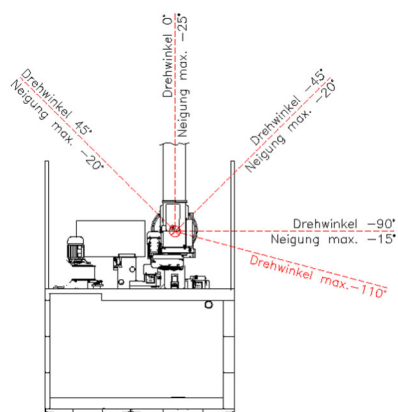

Fig: 1
- 2) Lors de la mise en place de la chaudière, veillez à ce que la vis d'extraction soit montée à droite de la chaudière, vue d'en-haut, et que la vis d'extraction ne puisse pivoter que sur env. 0° à 45° ou de 0 à -90° (max. 110°). (voir Fig. 1)
- 3) Le local de stockage doit être affecté à peine 20 - 30 cm max. plus bas que la chaufferie. Les inclinaisons maximales possibles de la vis d'extraction : voie en Fig. 1. En cas d'extraction trop fortement inclinée, le local de stockage devrait être ajusté en biais sur l'agitateur.